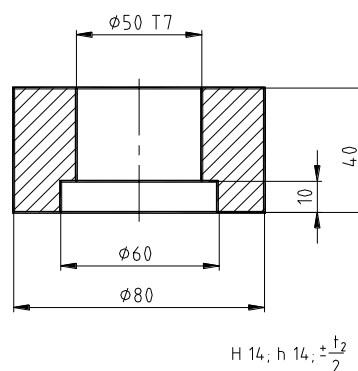

Рисунок 1
31. На чертеже детали (рис. 1) найдите размер с наименьшей величиной допуска.
32. На чертеже детали (рис. 1) найдите размер с наибольшей величиной допуска.
33. Для каких элементов детали (рис. 1) можно признать действительный размер годным, если его числовое значение окажется равным номинальному?
34. На чертеже детали (рис. 1) найдите элементы, относящиеся к "валам".
35. На чертеже детали (рис. 1) найдите элементы, относящиеся к "отверстиям".